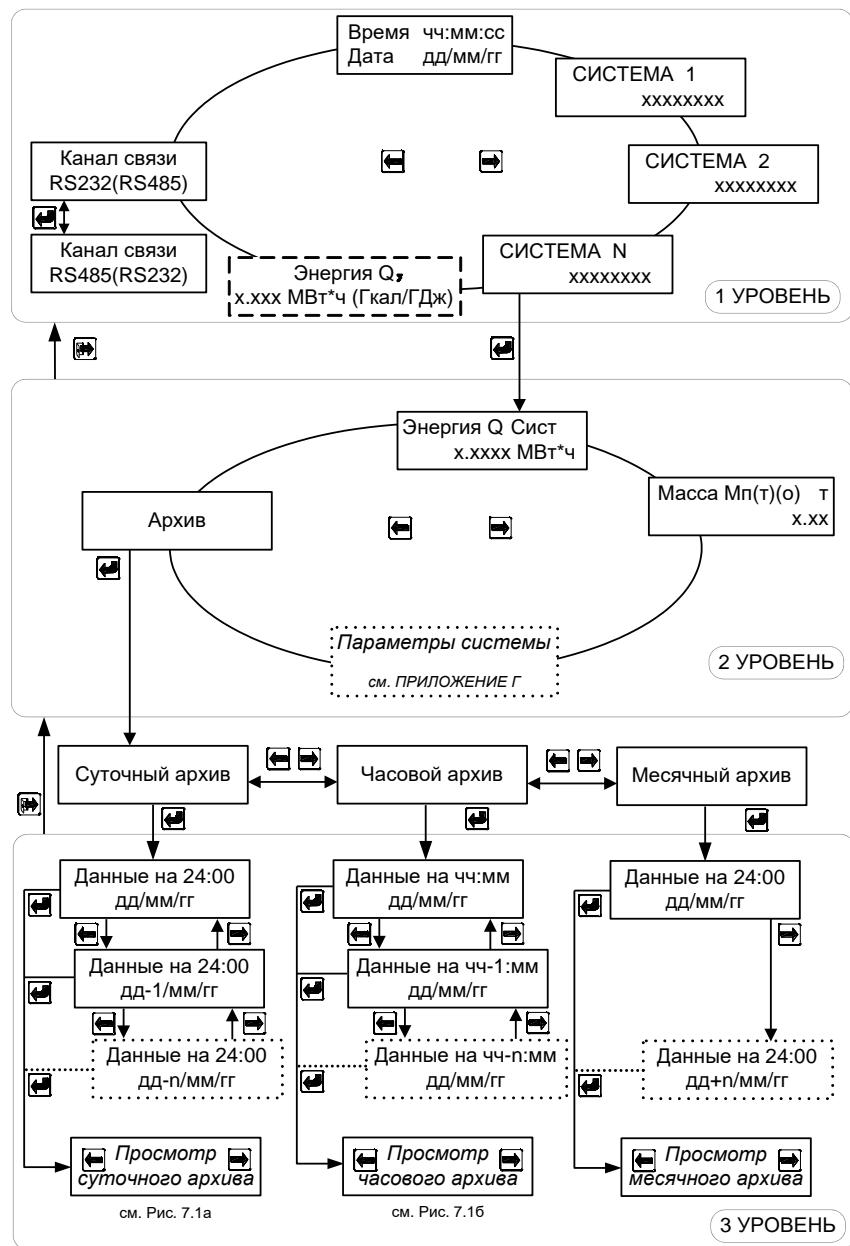

Рис. 7.1
6.2.2 Порядок перехода между окнами режима «Рабочий» изображен на рис. 7.1.
Рис. 7.1а
Рис. 7.1б